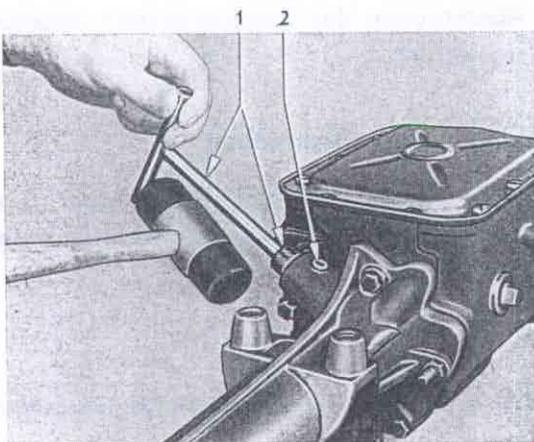

Bild 17 – Tachometerantrieb aus Getriebegehäuseverlängerung mit Montagewerkzeug SW-204 herausschlagen
4. Montagewerkzeug SW-204 (17/1) auf Gewinde des Führungsstückes für Tachometerantrieb (16/1) aufschrauben und Tachometerantrieb mit Montagewerkzeug aus Getriebegehäuseverlängerung herausziehen – evtl. Gummihammer verwenden (Bild 17).